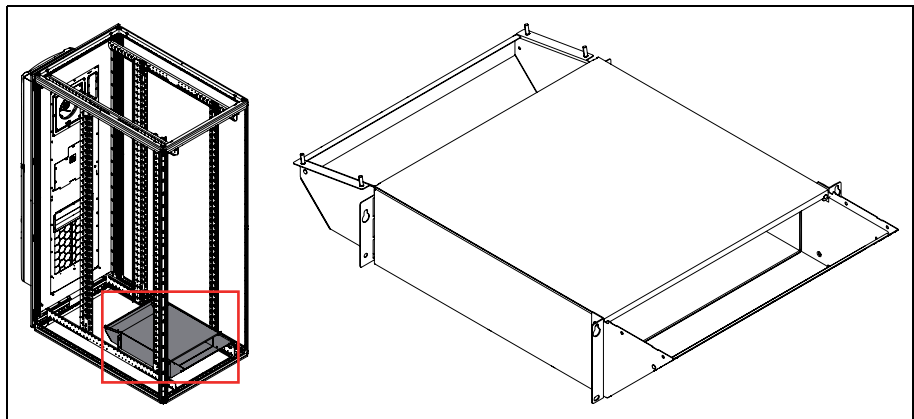

Abb. 9: Anlieferungszustand Luftkanal-Horizontalteil
- Entnehmen Sie das Luftkanal-Horizontalteil (im angelieferten Zustand komplett zusammengeschoben, siehe Abb. 9) der Verpackung.